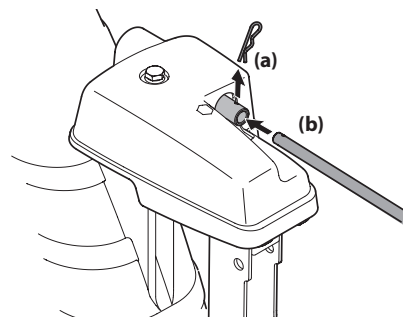

Figure 2-17
5. Retirez la goupille fendue (a) à l'arrière de la tête de commande de la goulotte. Voir Figure 2-17.
6. Insérez la tige de commande de la goulotte (b) à l'arrière de la tête de commande de la goulotte. Voir la Figure 2-17. Fixez la tige de commande de la goulotte à l'aide de la goupille fendue (a) retirée à l'étape 5.